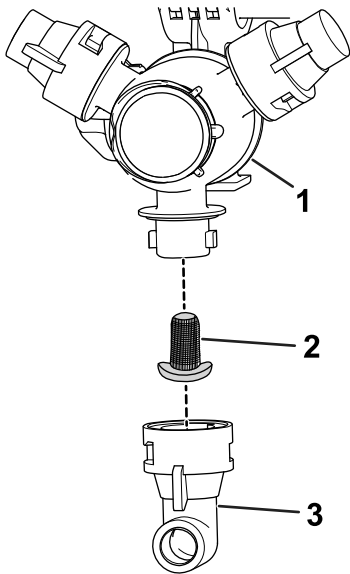

Figure 58
2. Déposez la buse de la tourelle de pulvérisation (Figure 58).
3. Retirez le filtre de buse usagé (Figure 58).
4. Montez le filtre de buse neuf (Figure 58).
5. Montez la buse sur la tourelle de pulvérisation (Figure 58).